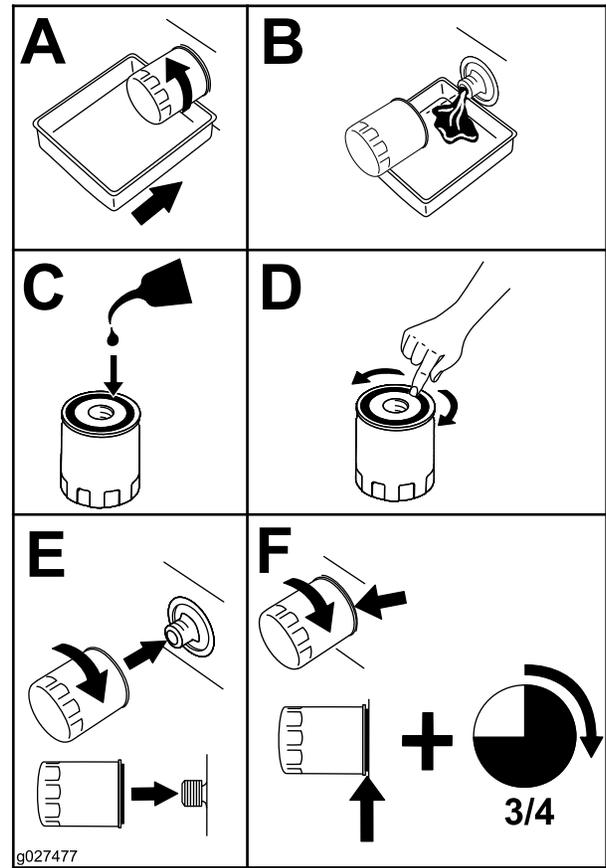

Figura 56
- Substitua o filtro do óleo do motor (Figura 56).